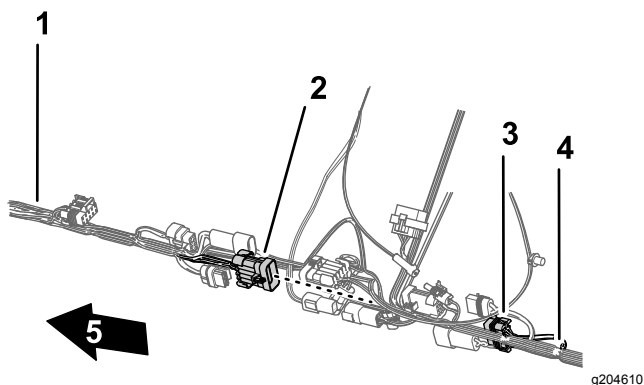

Figura 91
6. Collegate il connettore a 10 pin del cablaggio anteriore per l'interconnessione del cablaggio dell'irroratrice al connettore a 10 prese del cablaggio posteriore per l'interconnessione del cablaggio dell'irroratrice (Figura 91).